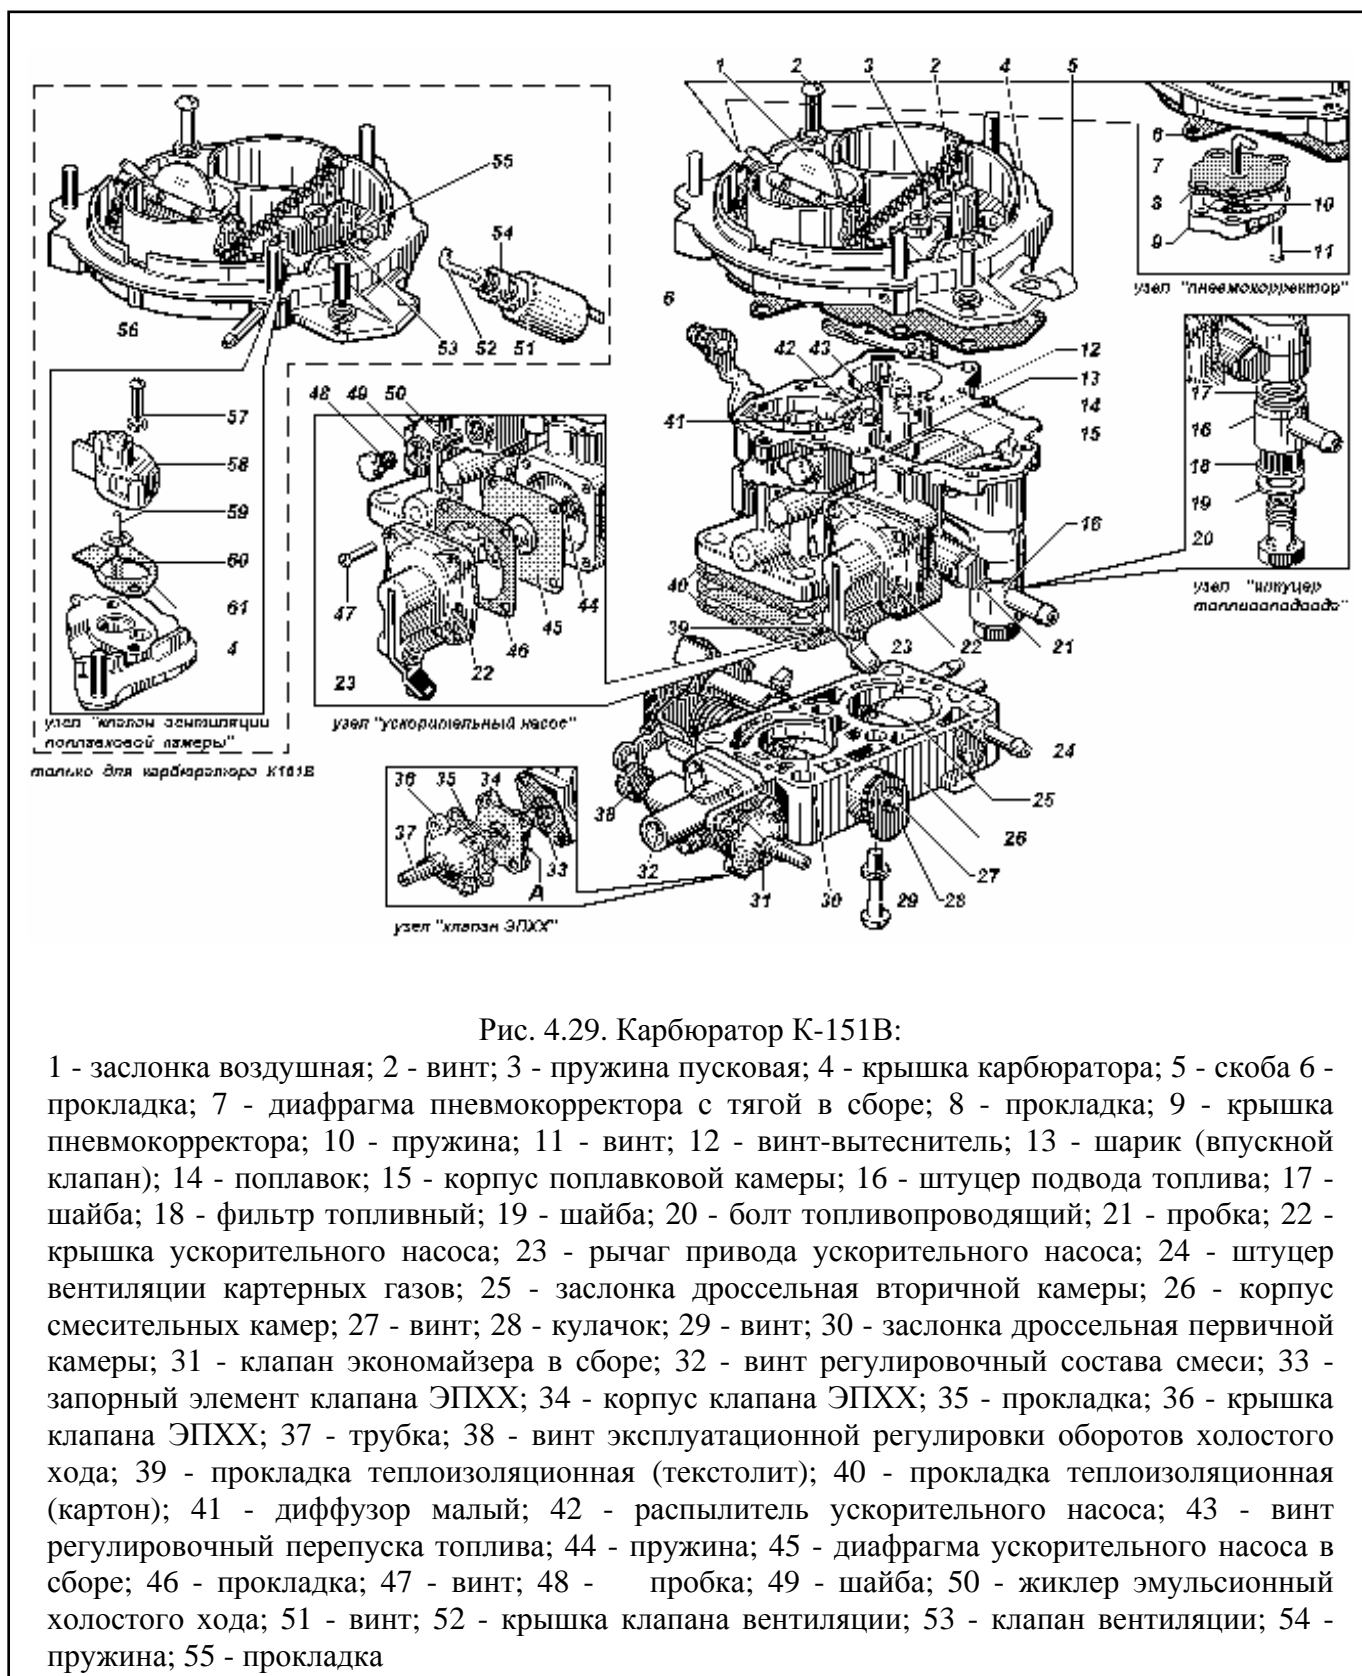

Рис. 4.29. Карбюратор К-151В:
2. Отверните семь винтов 2 (рис.4.29) крепления крышки карбюратора, осторожно снимите крышку карбюратора 4 и прокладку под ней.